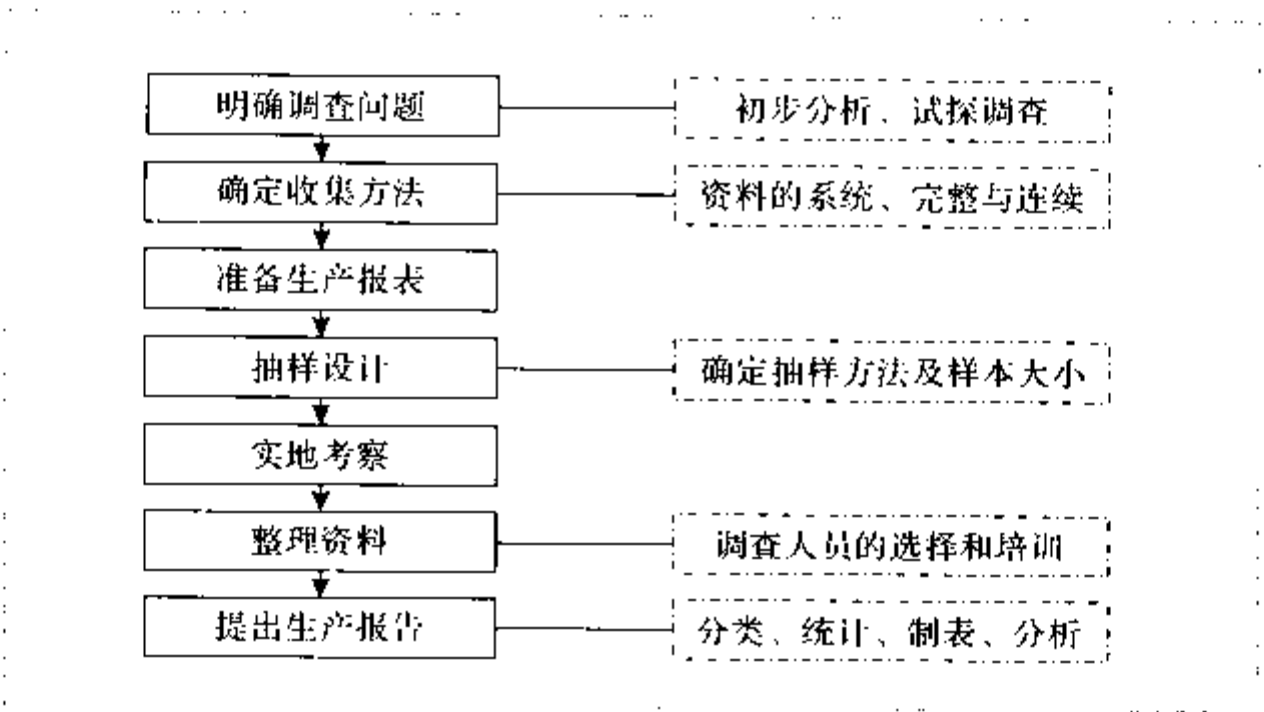

图 4-21 生产作业信息收集步骤
(2) 收集生产信息的方法
- 建立信息反馈系统，如图 4-21 所示。